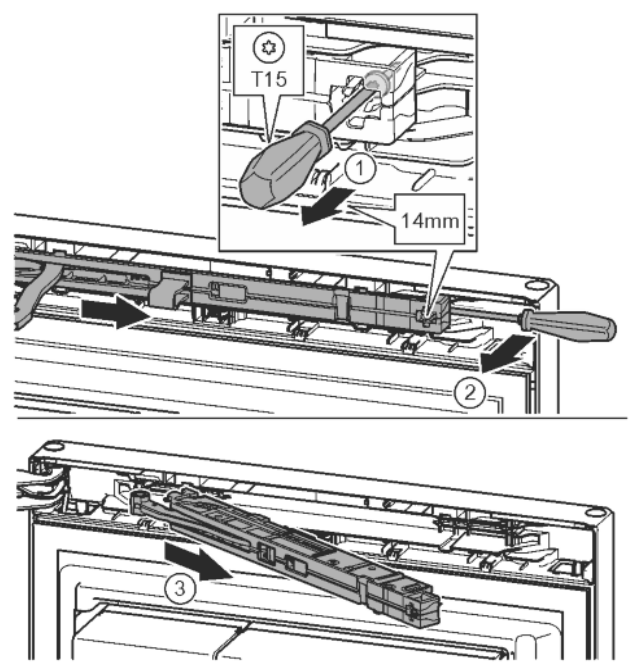

Fig. 12
- Desserrer la vis de l'amortisseur de fermeture de 14 mm environ avec un tournevis T15. Fig. 12 (1)
- Avec un tournevis, accéder à la partie postérieure de l'amortisseur de fermeture du côté de la poignée et faire pivoter en avant. Fig. 12 (2)
- Sortir l'amortisseur de fermeture. Fig. 12 (3)